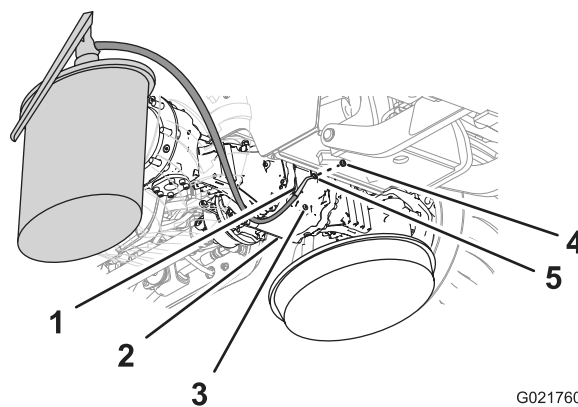
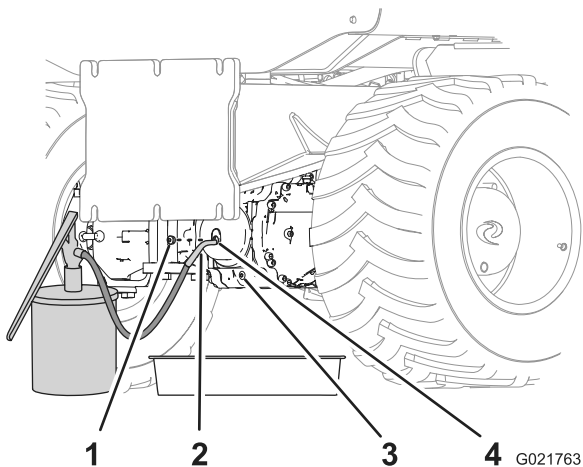

Рисунок 70
Рисунок 71
5. Установите одну из пробок в сливное отверстие (Рисунок 70 и Рисунок 71).
6. Залейте масло указанного типа в картер ведущей шестерни через смотровое отверстие, пока масло не будет на уровне резьбы в нижней части отверстия (Рисунок 70 и Рисунок 71).
8. Установите другую пробку в смотровое отверстие картера ведущей шестерни (Рисунок 70 и Рисунок 71).